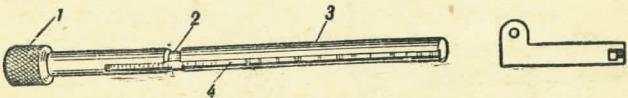

Рис. 6. Шомпол:
9. **Шомпол** (рис. 6) служит для выталкивания стрелянных гильз. Он имеет **головку** с насечкой; стебель с продольным и попеченным пазами для зуба пружины.